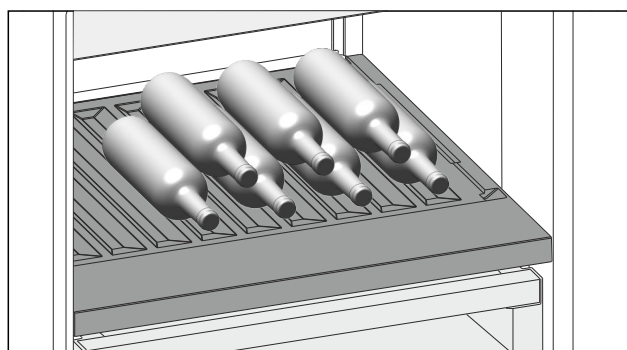

Fig. 81
- ▶ Stavite boce s dnom prema stražnjoj stijenci hladnjaka. (pogledajte Fig. 81)